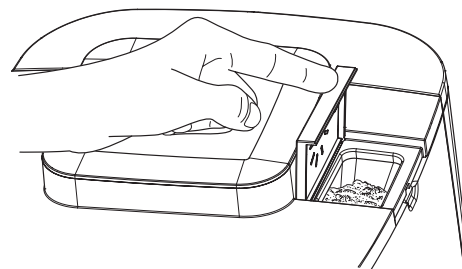

Fig. 7: Remplir le doseur de mouture de café moulu
- Ouvrez le doseur de mouture et versez la quantité requise de café moulu. (Fig. 7) .